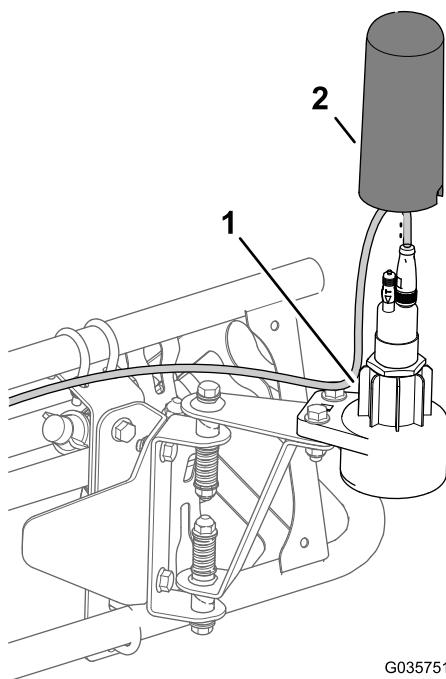

Figura 24
4. Montați carcasa superioară peste senzor și pe carcasa inferioară (Figura 24).